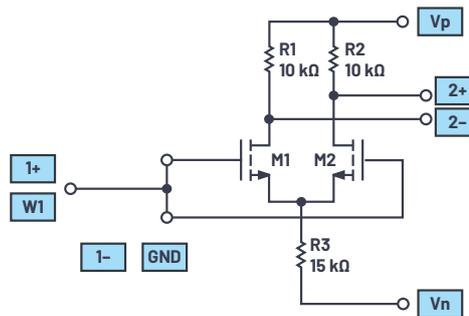
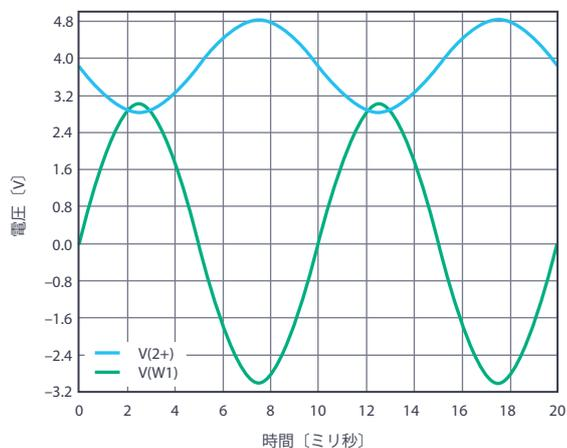

図8. コモンモード・ゲインを測定するための回路
図10. 図8の回路の信号波形
差動アンプには、同相ノイズ除去 (CMR: Common-mode Rejection) という重要な性質があります。その性能は、M1とM2のゲートに同一の入力源を接続することによって測定できます (図8)。図10に示した波形は、抵抗または電流源でバイアスをかけた差動ペアの差動出力を表しています (これはLTspice®によって取得したものです)。コモンモード電圧は、W1により、グラウンドをまたいで3Vから-3Vまで掃引しています。コモンモード・ゲインは、トランジスタが飽和領域から三極管領域 (抵抗領域) に移行する際に、最も大きな影響を受けます。正のゲート電圧がドレイン電圧に近づくからです。このことは、グラウンドを基準としてシングルエンド接続されている (つまり、オシロスコープの入力2-が接地されている) 状態で、ドレイン電圧を観測することによって確認できます。AWGの振幅は、出力信号を観測して、クリップ/フォールド・オーバーし始めるまで調整する必要があります。
オシロスコープは、測定した2つの信号の数周期分が表示されるように設定してください。図10に、LTspiceによって取得した波形の例を示しました。
- ▶ 図8の差動ペアにおいて、トランジスタ M1 のゲートへの入力に対し、出力 2+ と 2- は反転するでしょうか。それとも非反転になるでしょうか。